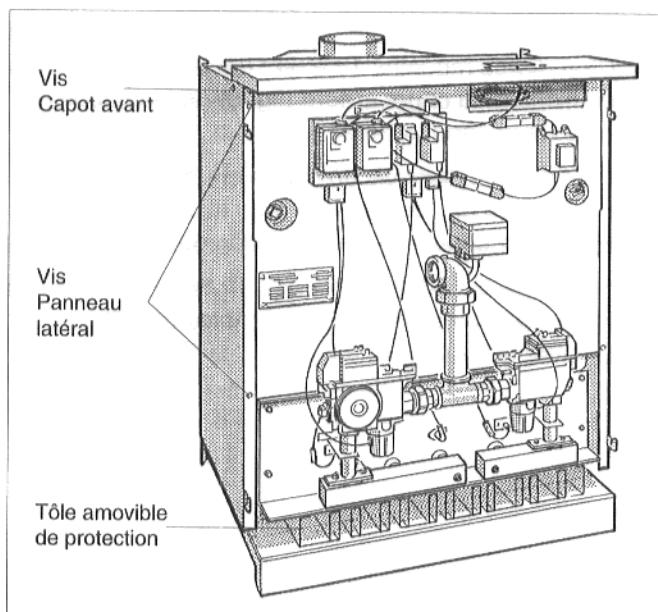

Fig. 5
- Vérifier la position de la tôle amovible de protection du fond de la chaudière : elle doit être en contact avec la tôle de protection verticale arrière (fig. 5).
- Fixer un panneau latéral sur le panneau intermédiaire en vissant le rebord sur le devant de la chaudière au moyen de deux vis Parker (fig. 5).
- Fixer les deux languettes latérales du capot avant aux panneaux latéraux au moyen de deux vis Parker (fig. 5).